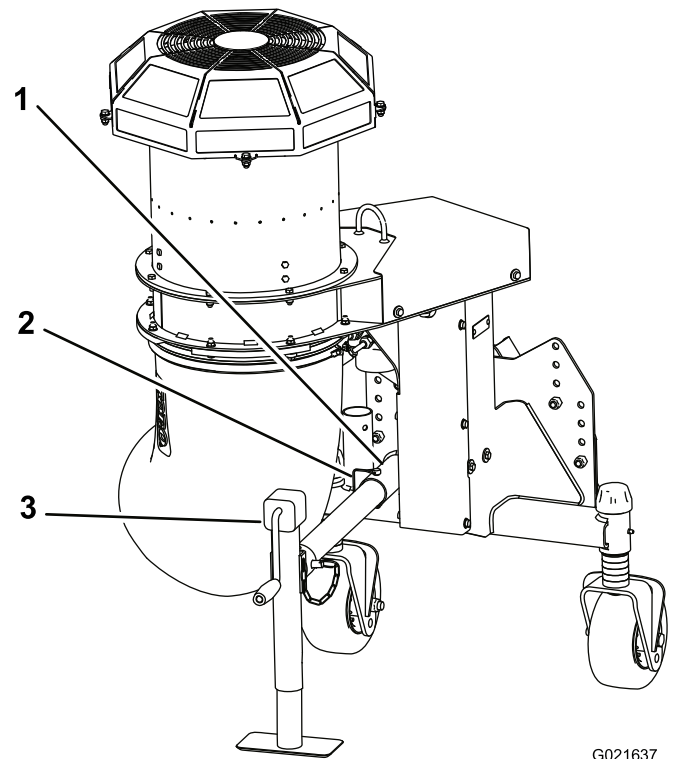

Figure 8
- Insérez le tube du cric dans le tube du cadre, alignez les trous et fixez-le en position avec la goupille à fermoir (Figure 8).